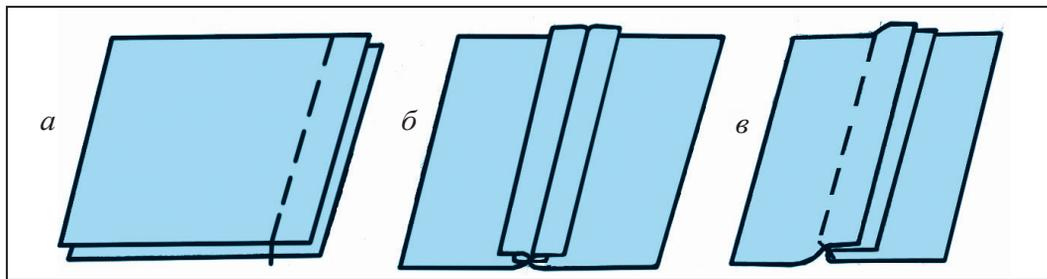

Рис.26. Способы глажения.
1. Разгладить – разровнять смятую ткань или готовую одежду (рис.26 а).
2. Разутюжить – разъединить срезы шва на две стороны (рис. 26 б).
3. Заутюжить – загладить оба среза шва в одну сторону (рис. 26 в).